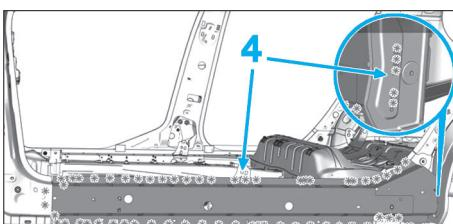

FIG. 81
- Fraisez les points de soudure du renfort de bas de caisse (4) (Fig.81).